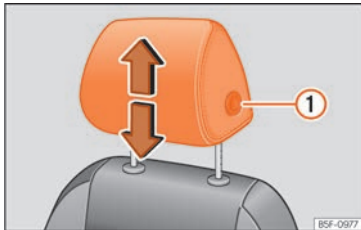
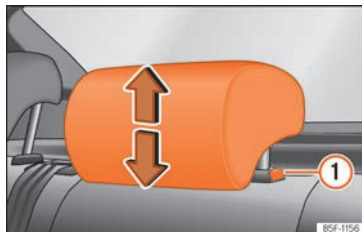

Abb. 129 Vordersitz: Kopfstützeinstellung.
Abb. 130 Kopfstützen hinten: Kopfstützeinstellung.
- Fassen Sie die Kopfstütze seitlich mit beiden Händen und schieben Sie sie nach oben bis sie in der gewünschten Position einrastet. Zum Absenken gehen Sie auf der gleiche Weise vor und drücken Sie gleichzeitig die seitliche Taste ① » Abb. 129 » Abb. 130.
- Seitliche Taste drücken » Abb. 129 ① und Kopfstütze herausziehen.